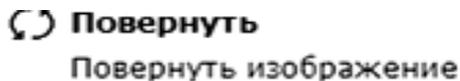

Рис. 4.1.1. Инструмент вращения детали
1. Нажимаем кнопку Повернуть рис. 4.1.1. на панели *Вид*. На экране вместо курсора появились две стрелки: устанавливаем центр стрелок на край модели и нажимаем *лкм* появляется символ Повернуть; не отпуская среднюю клавишу мыши медленно перемещаем мышшь в разных направлениях, модель поворачивается по направлению движения мыши;